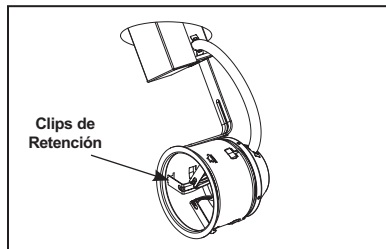

Figura 3
**Paso 4.** Presione la carcassa a través de la abertura en el techo hasta que esté a ras con el techo (Figura 3). Presione los clips de retención hacia afuera hasta que se traben en su lugar. Nota: Para quitar la carcassa del techo, presione la pestaña en el clip hacia arriba para destrabar.